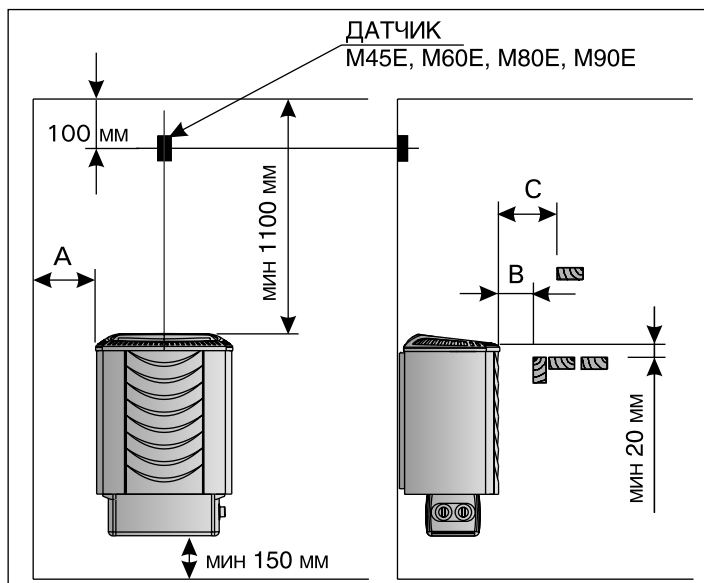
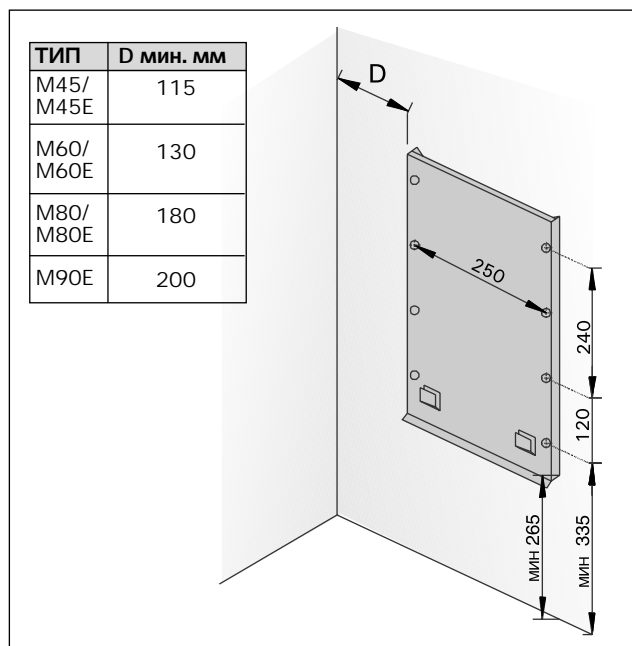

Рисунок 5. Расстояния безопасности
Рисунок 8. Установка крепёжной рамы
- При расположении каменки выполняются условия минимальных расстояний, изображенных на рис. 5 и указанных в таблице 1.
1. С помощью прилагаемых шурупов прикрепите к стене монтажную раму, соблюдая минимальные расстояния, указанные в таблице 1 и на рис. 5. Установка рамы изображена на рис. 8.
При установке защитного ограждения вокруг каменки следует соблюдать расстояния, указанные на рис. 5. и в. табл. 1.
Пульт управления устанавливается в сухом месте на высоте около 170 см. К пультам приложены более детальные инструкции по его креплению к стене. Датчик температуры устанавливается на стене сауны над каменкой на средней линии ширины каменки на расстоянии 100 мм от потолка. См. рис. 5.